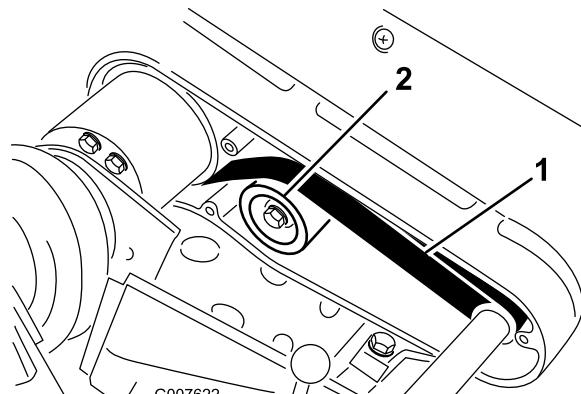

Figure 32
2. Contrôlez la tension en exerçant une force de 2,3 à 2,7 kg à mi-distance entre les poulies (Figure 32). La courroie doit présenter une flèche de 6 mm.
- A. Desserrez l'écrou de fixation de la poulie de tension et faites pivoter la poulie dans le sens horaire contre l'arrière de la courroie jusqu'à ce que vous obteniez la tension voulue (Figure 32).